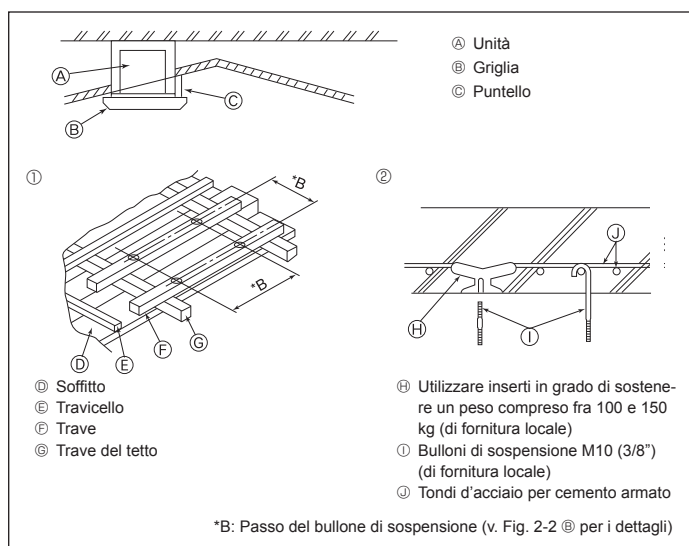

Fig. 2-4
2.4. Sospensione dell'unità su strutture diverse (Definizione delle caratteristiche delle varie strutture) (Fig. 2-4)